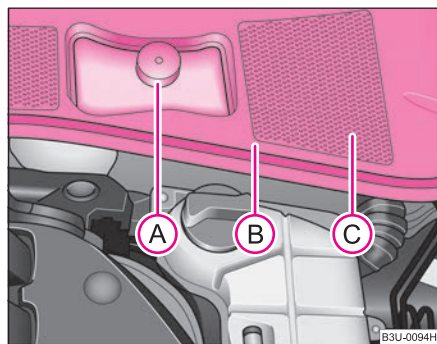

Fig. 177 Vano motor:
- Retire una parte de la junta de goma (B) ⇒ fig. 177 y levante un poco la cubierta (C).
- Verifique el nivel de líquido de frenos en el depósito (A). El nivel debe encontrarse entre las marcas “MIN” y “MAX”. La denominación se encuentra a uno de los lados del depósito.